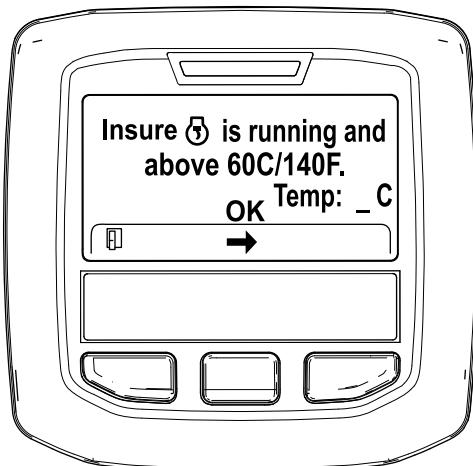

Figure 32
5. Si la température du liquide de refroidissement est inférieure à 60 °C (140 °F) le message « *Insure ⚡ is running and above 60C/140F* » (vérifier que \*\*\* fonctionne et est supérieure à 60 °C/140 °F) s'affiche (Figure 32).